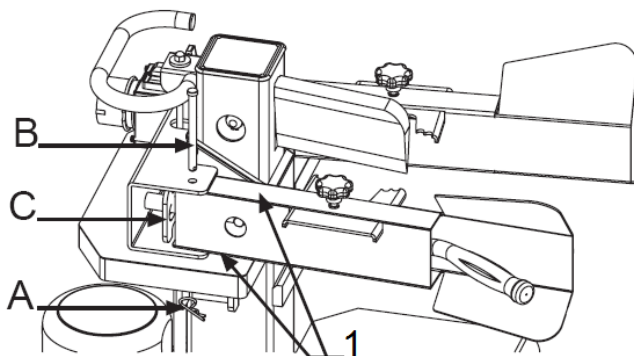

Fig.6 : (1) Applicare lubrificante
Tirare la molla (A) per rimuovere il perno di bloccaggio (B). (ved. Fig.6)
Applicare uno strato di lubrificante (1) ad entrambe le superfici della leva di comando come illustrato (Fig.6).